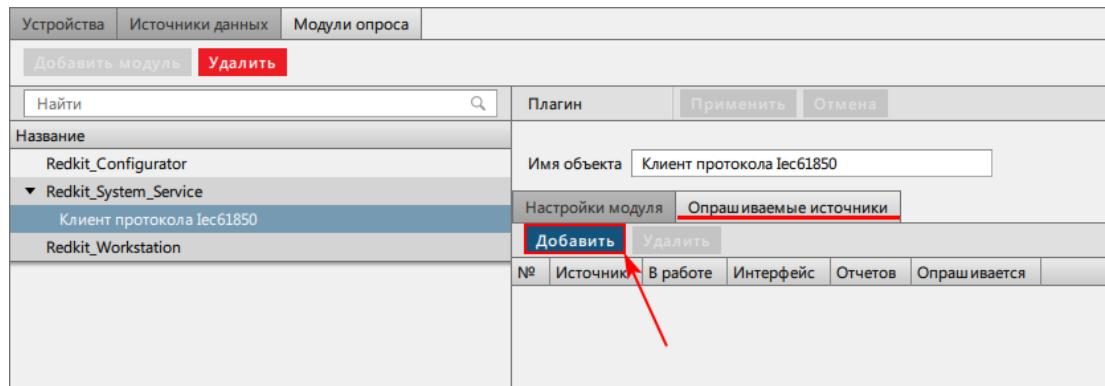

Рисунок 208 - Опрашиваемые источники
15. Внутри модуля на вкладке **Опрашиваемые источники** нажмите **Добавить** (Рисунок 208).